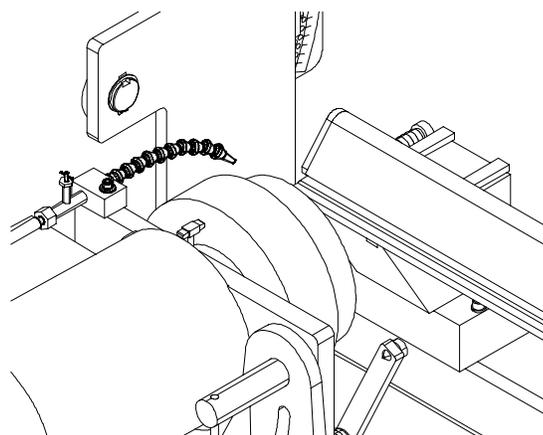

FIG. 29
**REMARQUE :** La zone de la meule d'affûtage qui entre en contact avec la contre-lame se trouve du côté gauche de la meule. Lors de l'affûtage de l'extrémité gauche de la contre-lame, la zone de la meule qui ne touche pas la contre-lame est toujours au-dessus de la contre-lame (voir FIG. 29). Lorsque vous allez à l'extrémité droite de l'affûteuse, la meule traverse complètement la contre-lame.